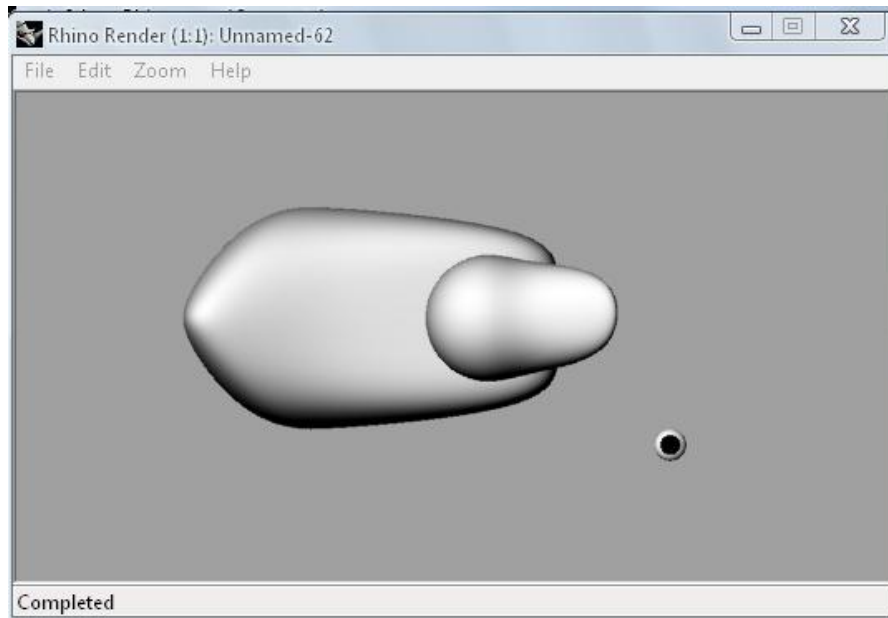

Figura 5.39
61.- Para renderizar el ojo, seleccionar la vista superior. En el menú “Render”, elegir “Render”. Aparecerá una ventana como la figura 5.39, donde se distinguen los colores del ojo.